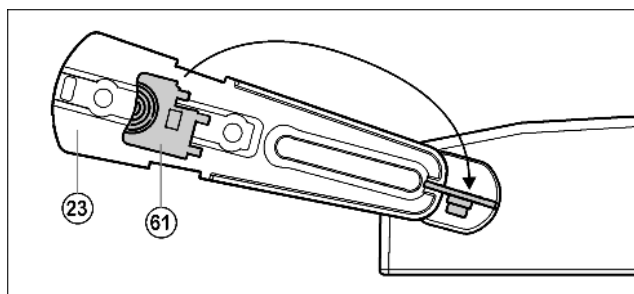

Fig. 12
► Отсоедините входящий в объем поставки шаблон Fig. 12 (61) от опорного кронштейна и заблокируйте им опорный кронштейн Fig. 12 (23) и втулку от поворота.